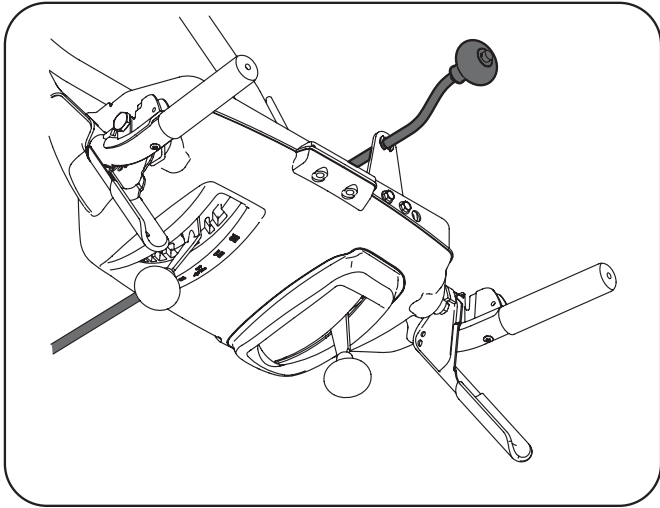

Fig. 3-8
- Positionnez les barres de coupe pour qu'elles frottent face à l'avant comme illustré à la Fig. 3-8. Maintenez-les en place avec la boullonnerie enlevée précédemment, les écrous à oreilles devraient être attachés sur l'extérieur du logement comme illustré.
- Vérifiez que tous les câbles sont acheminés dans le guide sur la droite de la manivelle de commande de la goulotte. Voir la Fig. 3-8.